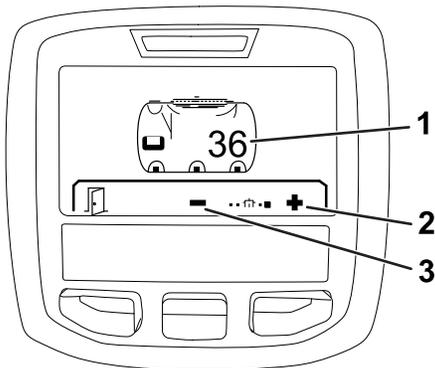

图21
2. 按右侧选择按钮然后按左侧选择按钮进入药缸屏幕 图21。
3. 使用中间选择按钮和右侧选择按钮调节药缸容量 图21。